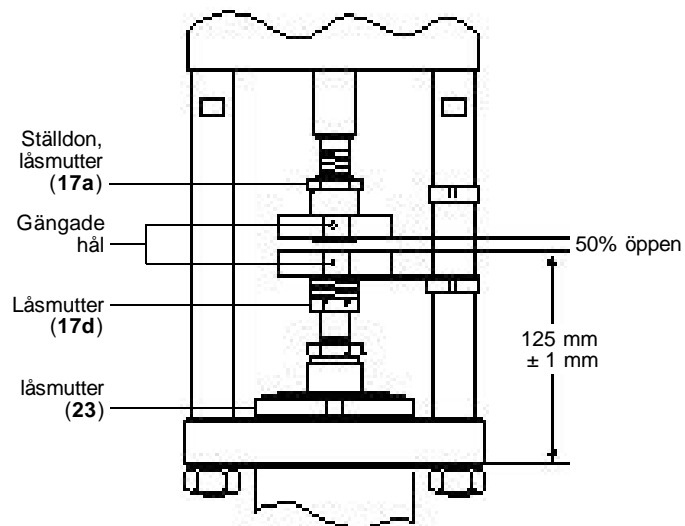

Fig. 6
- Tillsätt lufttryck till ställdonet för att spindeln ska placeras på önskad slaglängds-position (se fig. 6).
- Sänk försiktigt ned ställdonet på ventilen och placera stagen (15) in i monteringsplattans hål (18). Montera stagmuttrarna (21) och dra åt till rekommenderat åtdragningsmoment (se **Tabell 1**).